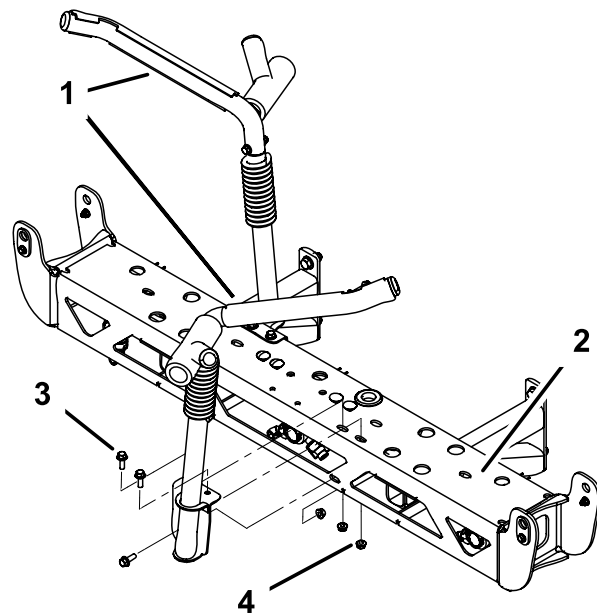

図 12
- 中央ブーム・アセンブリに、移動走行用ブームクレードルを取り付ける；ボルト6本 (3/8 x 1-1/4 インチ) およびロックナット6個 (3/8 インチ) を使用し、図 12のように取り付ける。